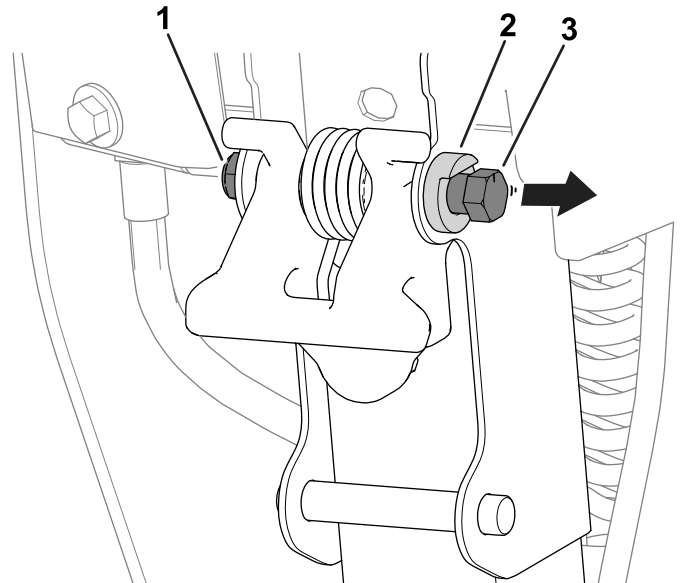

Figure 11
1. Desserrez l'écrou sur le boulon de verrouillage afin que la tête du boulon se déplace librement juste au-delà de la butée de pivot (Figure 11).
3. Serrez l'écrou sur le boulon de verrouillage (Figure 11) pour bloquer le boulon à sa nouvelle position contre la butée de pivot.